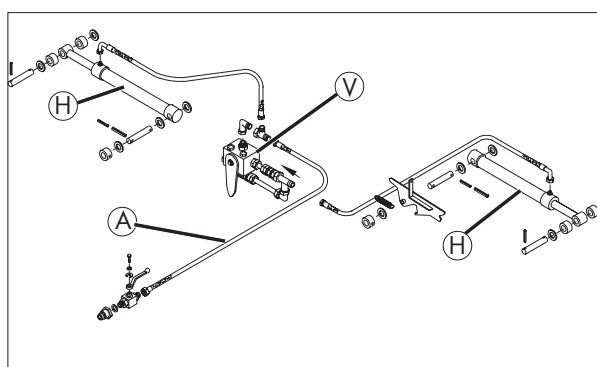

Bild 3-15
Schläuche an den Hydraulikzylindern (H) anschließen. Hydraulikschläuche mit Kabelbinder an Hydraulikzylinder befestigen (Bild 3-15).
Hydraulikschläuche am Steuerventil (V) anschliessen (Bild 3-15).